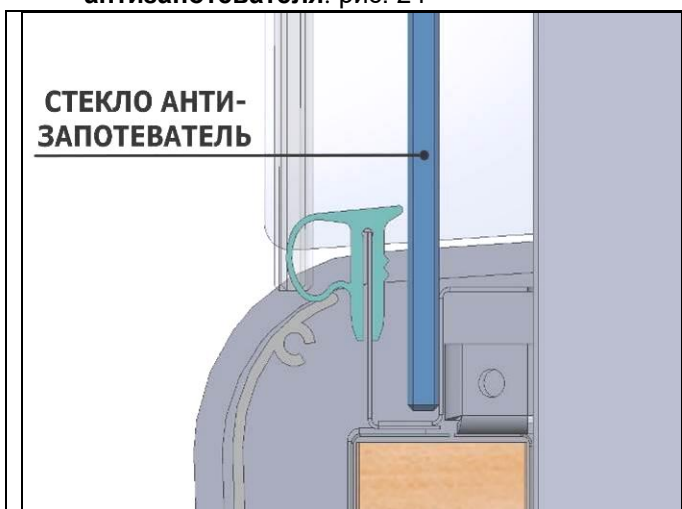

рис. 23
12. Аккуратно установить между прижимами антизапотевателей и вентиляционными панелями стекла-антизапотеватели 1248x210x6 (рис.23).